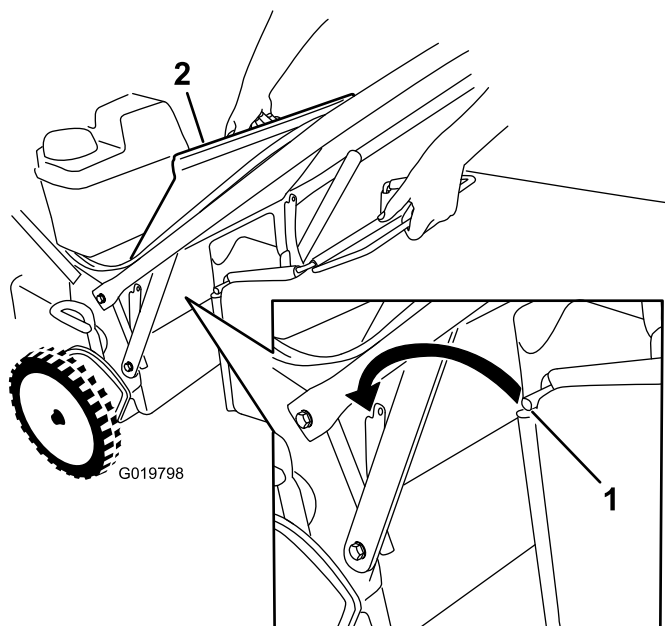

Figure 23
1. Soulevez le déflecteur arrière et maintenez-le dans cette position (Figure 23).
3. Placez la tige du bac dans les crans à la base du guidon et agitez le bac d'avant en arrière pour vous assurer que la tige est bien engagée au fond des deux crans; voir Figure 23.